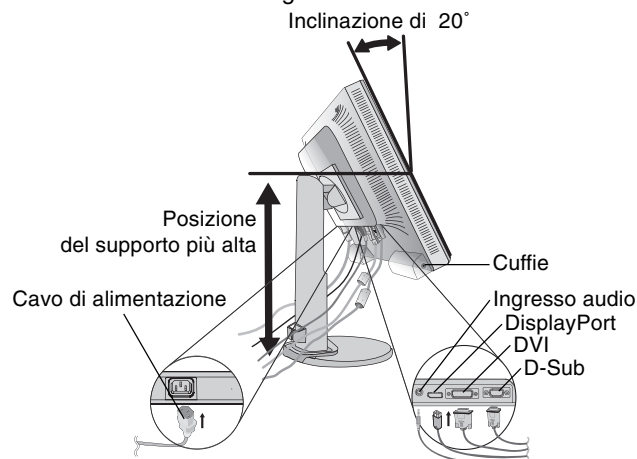

Figura B.1
3. Appoggiare le mani su entrambi i lati del monitor per inclinare lo schermo LCD di 20 gradi e alzarlo alla posizione più alta (**Figura B.1**).
4. Collegare tutti i cavi al connettore appropriato sul retro del monitor (**Figura B.1**). Collegare le cuffie (non incluse) al connettore appropriato sul lato sinistro del monitor (**Figura B.1**).